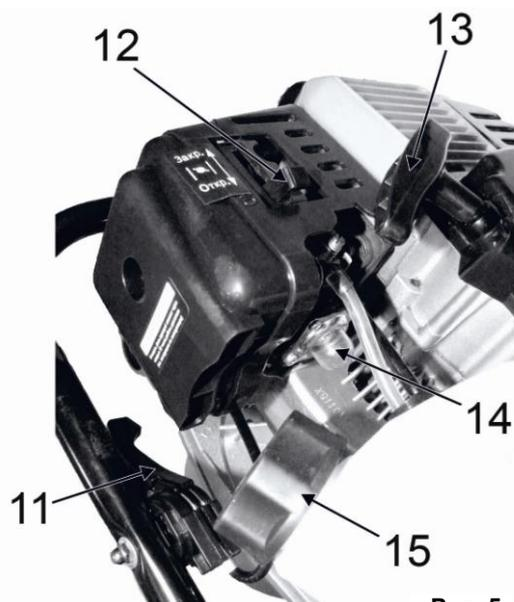

Рис. 5
- Пять - семь раз нажмите на резиновый колпачок (праймер) ручной подкачки топлива (14)(См. Рис.5). При этом сквозь колпачок должна просматриваться топливная смесь. Если топливная смесь не заполнила праймер, нажать на него еще несколько раз.
- Установите рычаг управления воздушной заслонкой карбюратора (12)(См. Рис.5) в полностью закрытое положение. Это ограничит подачу воздуха, и создаст более бензинообогащенную топливную смесь, что облегчит запуск холодного двигателя.
- Поставьте рычаг дросселя (11)(См. Рис.5) на 1/3 хода в сторону положения «МАКС».
- 5.1.1. Возьмите в руки пусковую рукоятку (13)(См. Рис.5). Крепко удерживая ее в руках, плавно потяните шнур стартера, пока барабан стартера не войдет в зацепление с собачками храпового механизма.